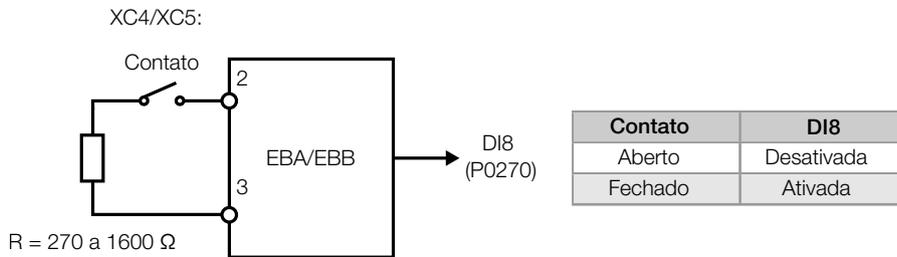

Figura 5.33 – DI8 como entrada digital normal
- Caso deseje utilizar DI8 como uma ‘entrada digital normal’, deve-se programar o parâmetro P0270 com a função desejada e conectar um resistor entre 270 e 1600 Ω em série com a entrada, como indicado na Figura 5.33 na página 5-55.